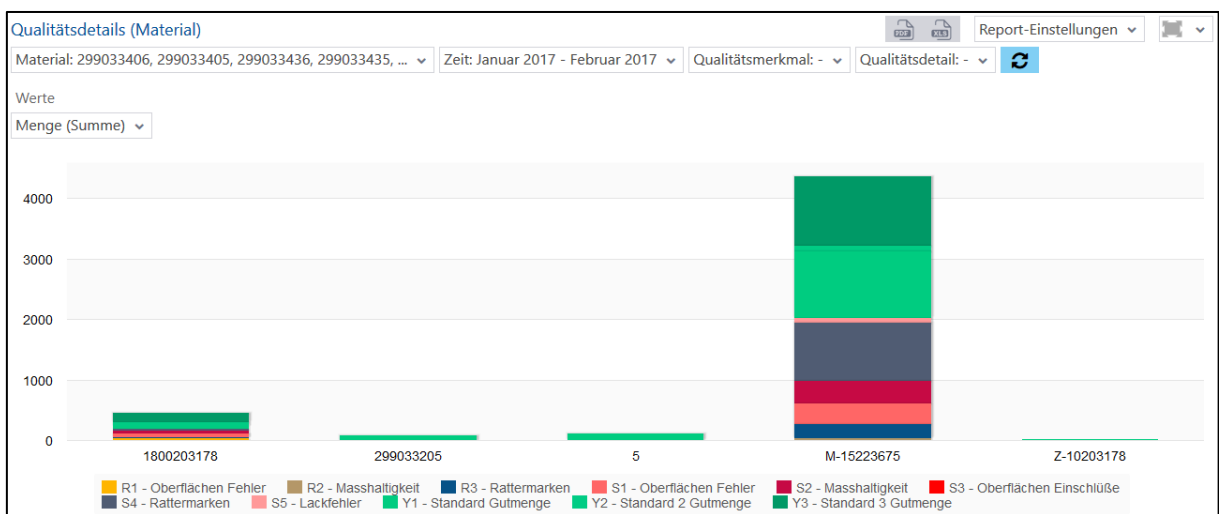

Bild 109: Qualitätsdetails (Material) als Säulendiagramm
- Qualitätsdetails (Material) als Säulendiagramm (Bild 109):